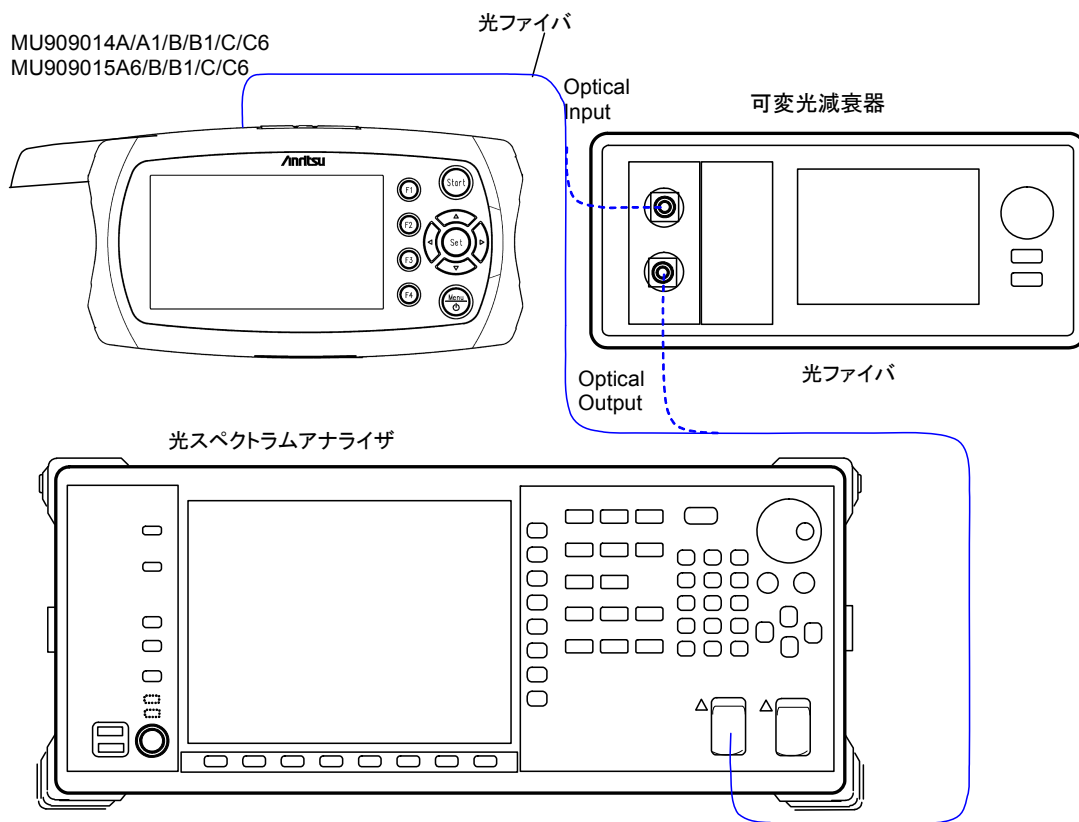

図11.1.2-1 波長測定の接続図
1. 本器と、測定器を図11.1.2-1 のとおりに接続します。